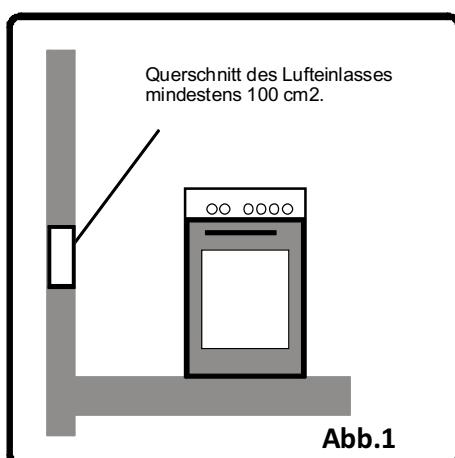

Abb.1
- Der Luftstrom muss am Boden eintreten (mindestens 100 cm²) und oben austreten (mindestens 100 cm²). Diese Belüftungsöffnungen müssen also jeweils einen Mindestquerschnitt von 100 cm² für einen effektiven Luftpuffersatz aufweisen. Diese müssen stets offen bleiben und dürfen nicht geschlossen werden. Sie sollten sich nach Möglichkeit in der Nähe der Herdrückseite befinden (für den Lufteinlass Fig. 1 und 2) bzw. an der Entstehungsstelle der Verbrennungsgase (für den Abzug), also etwa 1,80 m über Bodenniveau. Können diese Öffnungen nicht dort, wo der Herd aufgestellt ist, von außen hergestellt werden, kann die erforderliche Verbrennungsluft auch von anderer Stelle zugeführt werden, sofern diese über ausreichende Belüftung verfügt und es sich nicht um ein Schlafzimmer oder einen Raum mit besonderen Gefahren handelt.